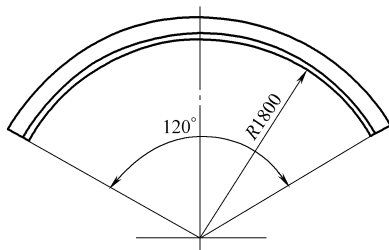

图 2-8
8. 计算图 2-8 所示用 $50\text{mm} \times 50\text{mm} \times 5\text{mm}$ 角钢外弯圆弧工件的展开长度和质量 ($50\text{mm} \times 50\text{mm} \times 5\text{mm}$ 角钢单位长度质量为 3.77kg/m)。